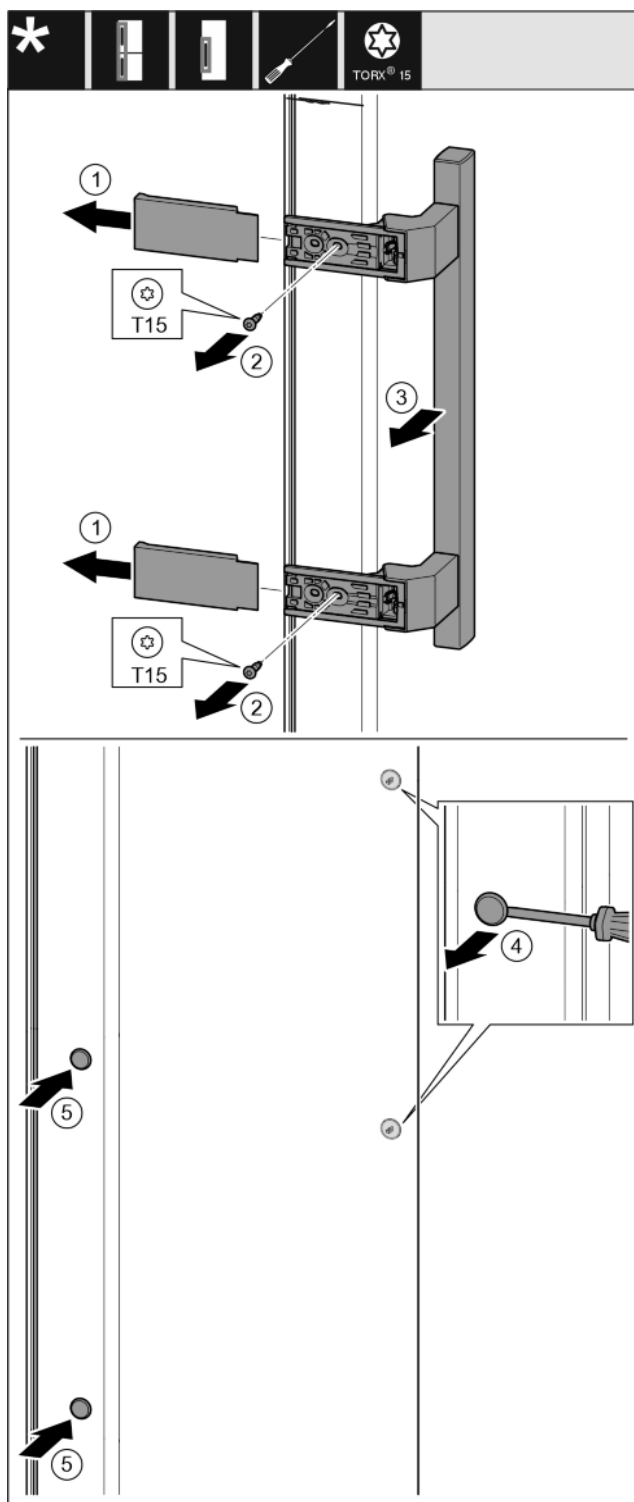

Fig. 30
- ▶ Retirar la cubierta. Fig. 30 (1)
- ▶ Desenroscar los tornillos con el destornillador T15. Fig. 30 (2)
- ▶ Quitar el tirador. Fig. 30 (3)
- ▶ Levantar cuidadosamente los tapones laterales con un destornillador para tornillos de cabeza ranurada y extraerlos. Fig. 30 (4)
- ▶ Volver a colocar los tapones en el otro lado. Fig. 30 (5)